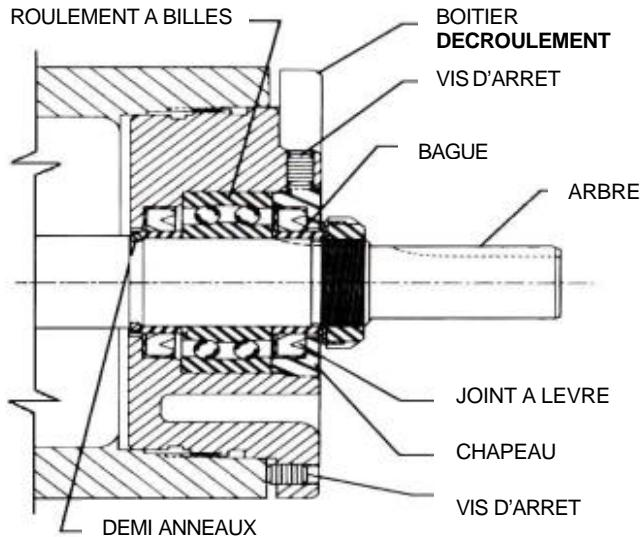

FIGURE 5
4. Dévissez les deux vis d'arrêt du boîtier de roulement et retirez le boîtier de roulement du support. Voir Figure 5 ou.
Voir Figure 5 et 6 pour le boîtier de roulement.
6. Pompes "LS": Graissez le roulement à billes et poussez ou enfoncez le roulement dans le boîtier de roulement. **Voir Figure 5.**